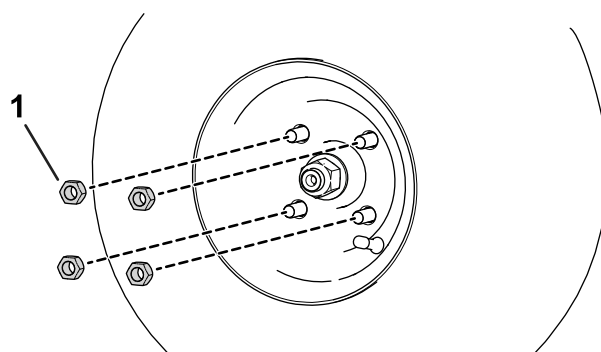

Figure 47
- A. Desserrez et retirez les écrous de roue (Figure 47).
- B. Installez les écrous de roue (Figure 47).